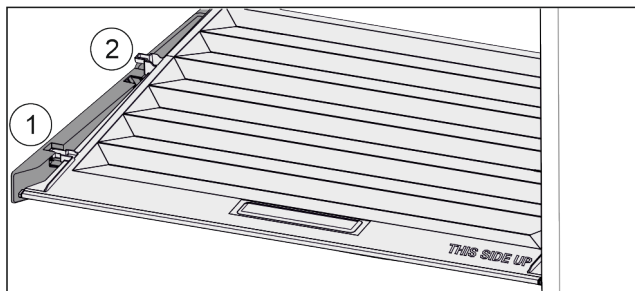

Fig. 84
- ▶ Trekk dekselet til åpningen i holdedelene fremover Fig. 84 (1).
- ▶ Løft ut nede bak og ta opp og ut Fig. 84 (2).